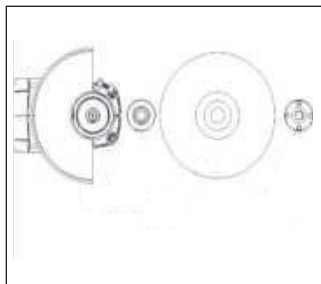

Fig. 3
1. Instale la brida interior en el husillo, coloque la rueda/disco en la brida interior y enrosque la brida exterior en el husillo (Fig. 3).